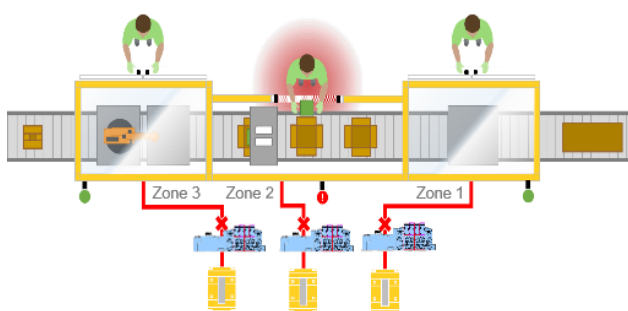

Figura 1: método tradicional
Cabe destacar que, durante un uso continuado, como se indica a continuación (figura 1), es posible que una capacidad de ciclo de vida de la válvula de descarga redundante no permita al usuario alcanzar el nivel de rendimiento (PL) necesario.
Con el enfoque de seguridad de zonas, es posible un diseño mucho más simple que permite un funcionamiento seguro sin necesidad de descargar el aire de todo el islote. Tres zonas independientes dentro de un solo islote de distribución con capacidad de seguridad de zonas controlarían independientemente la función de seguridad en las tres estaciones de carga. Los colectores adicionales, válvulas de descarga y nodos de bus de campo que se muestran en la figura 1 no serían necesarios.